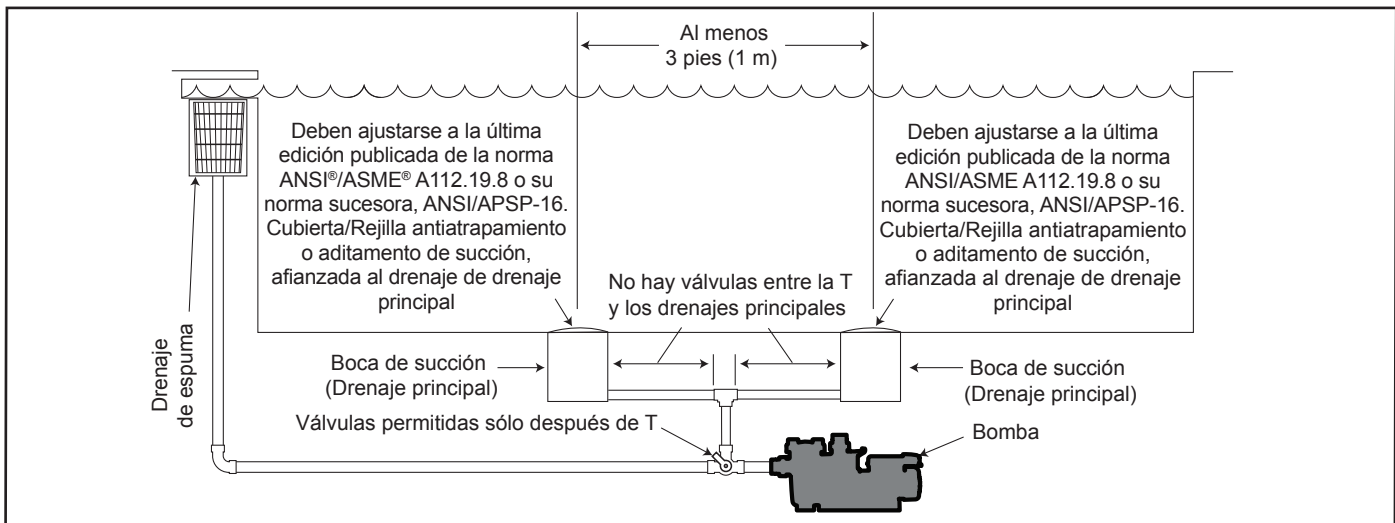

Figura 1. Tuberías de succión adecuadas para la bomba
Cantidad de salidas de succión por bomba: Proporcione al menos dos (2) salidas de succión balanceadas hidráulicamente, con cubiertas, como salidas de succión para cada línea de succión de la bomba de circulación. Los centros de las salidas de succión (salidas de succión) de cualquier una (1) línea de succión deben estar a al menos tres (3) pies de distancia de centro a centro. Consulte la Figura 1.
El sistema **debe** construirse para incluir al menos dos (2) salidas (drenajes) de succión conectadas a la bomba siempre que la bomba esté en funcionamiento. Sin embargo, si dos (2) salidas de succión van a una única línea de succión, la única línea de succión puede estar equipada con una válvula que apague ambas salidas de succión desde la bomba. El sistema se construirá de tal modo que no permita el cierre o el aislamiento separado independiente de cada drenaje. Consulte la Figura 1.